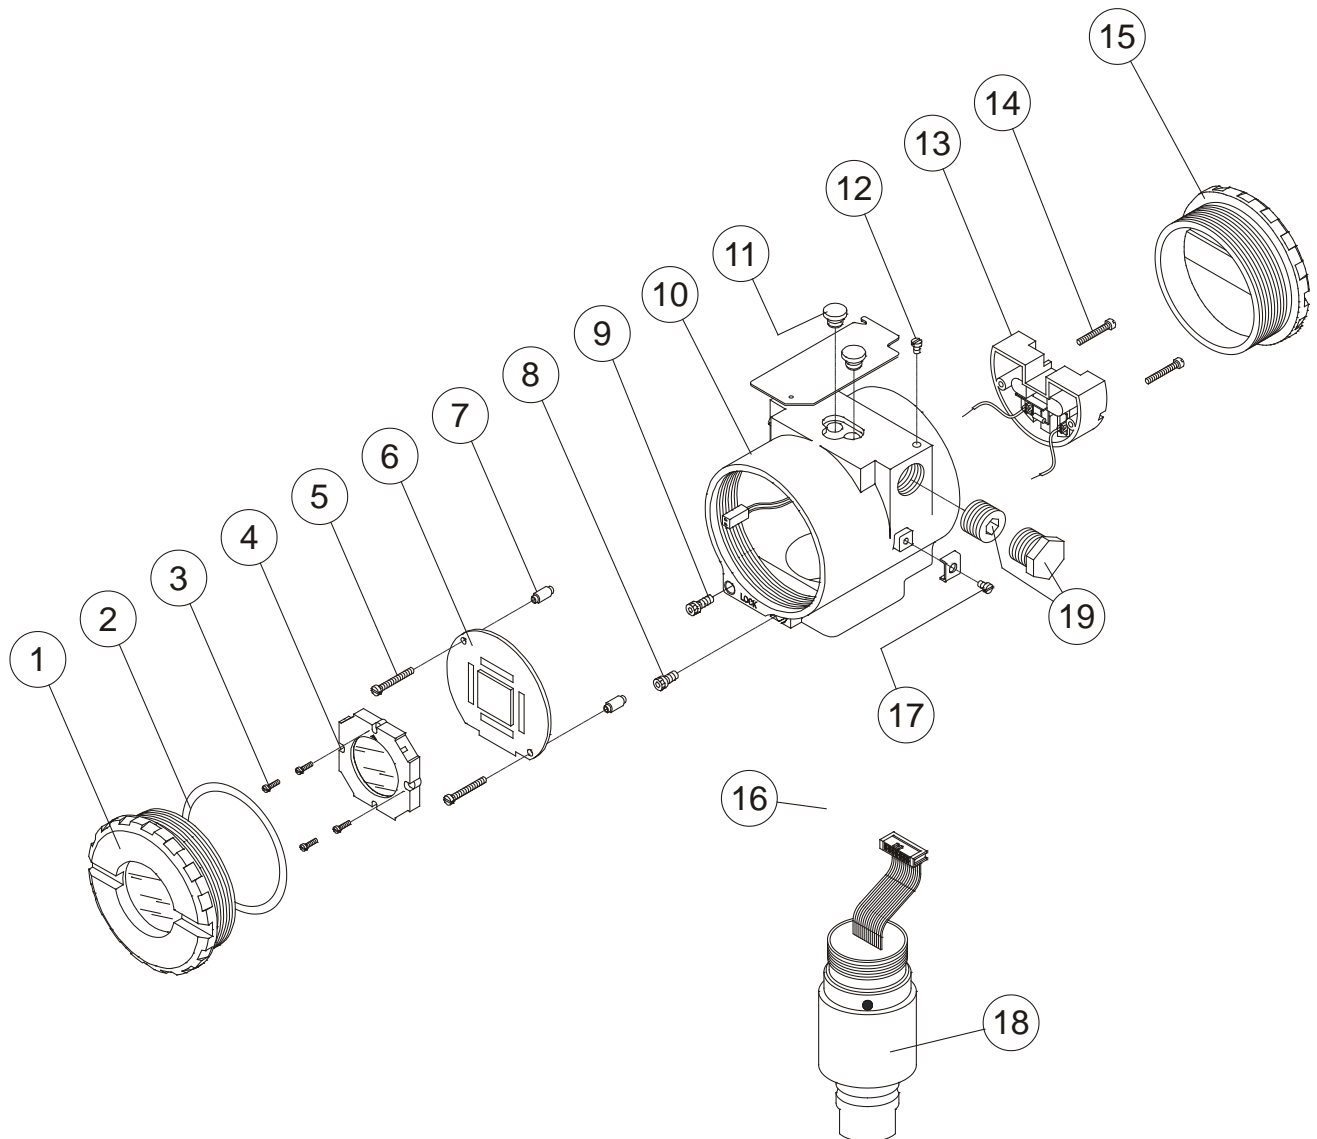

Figura 4.1 - Vista del LD290 Desarmado
La Figura 4.1 muestra un **LD290** desarmado para ayudar la comprensión de lo siguiente:
Introduzca los tornillos (5) en los orificios de la placa principal (6) y de los separadores (7) según muestra la Figura 4.1 y fíjelos en el alojamiento.